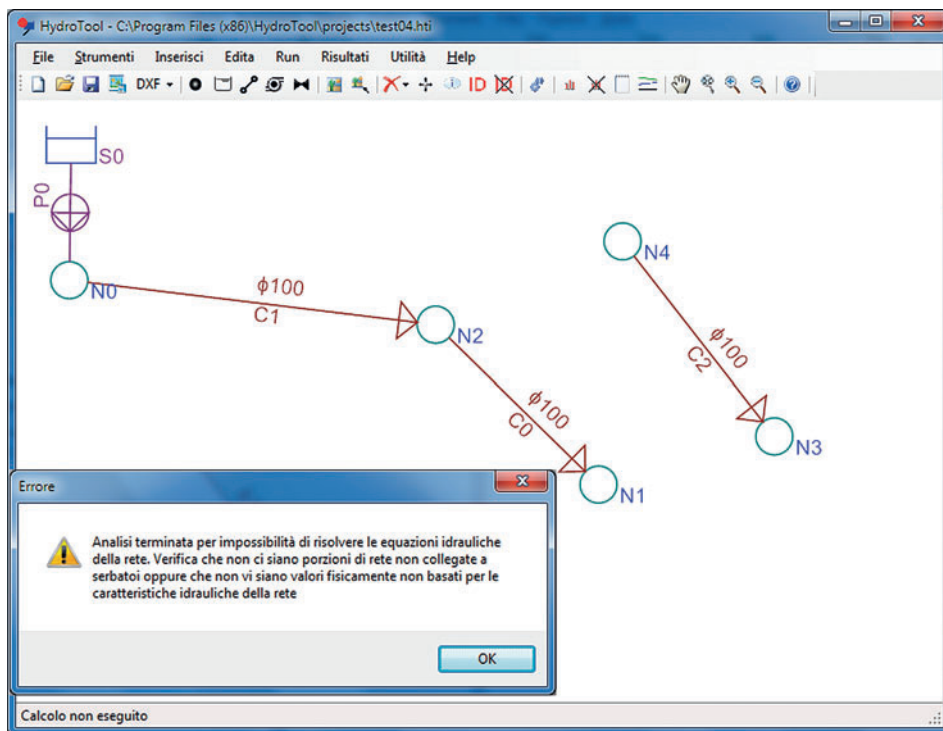

Figura 5.32. RETE CON PORZIONI SCOLLEGATE
- il calcolo termina per impossibilità di risolvere le equazioni idrauliche della rete (si veda la figura 5.32).